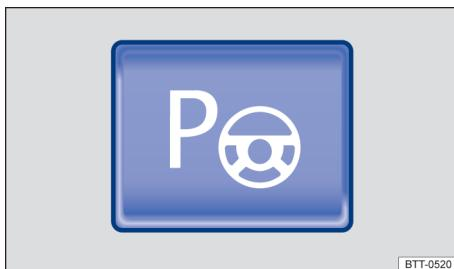
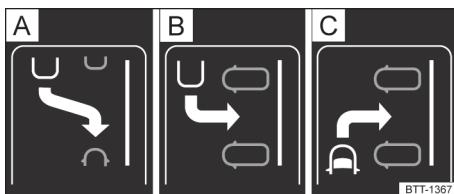

Fig. 162 No console central: botão para ligar o assistente de direção para estacionamento.
Fig. 163 No display do instrumento combinado: modos para entrar na vaga de estacionamento.
- Pressionar o botão → Fig. 162. A luz de controle se acende em amarelo e a função de estacionar está ativa.
Quando uma vaga de estacionamento foi encontrada, um modo de estacionamento é indicado → Fig. 163.
Para poder escolher entre várias vagas de estacionamento indicadas sequencialmente, pressionar o botão → Fig. 162.
→ Fig. 163 C pressionando o botão P → Fig. 162.